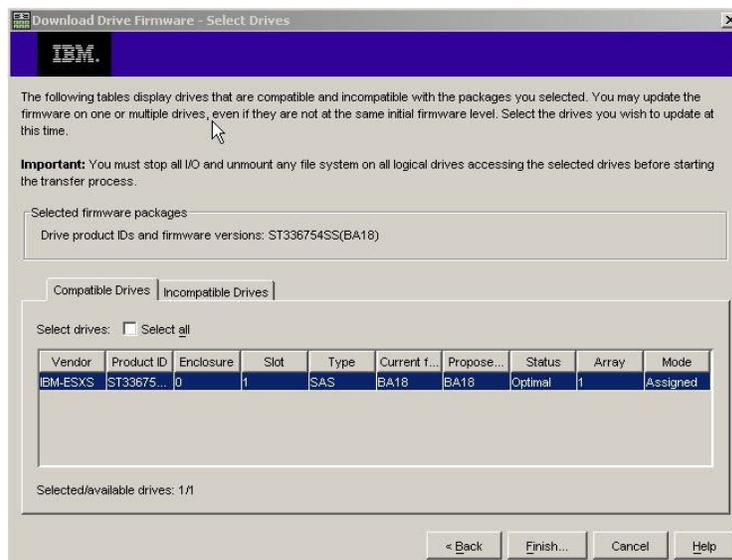

Figure 24. fenêtre Select Drive
8. Dans la fenêtre Select Drive (voir la figure 24), cliquez sur l'onglet **Compatible Drives**. La page Compatible Drives contient une liste des unités compatibles avec les types de package de microprogramme que vous avez sélectionnés. Appuyez de manière prolongée sur la touche Ctrl et utilisez la souris pour sélectionner plusieurs unités individuellement ou appuyez de manière prolongée sur la touche Maj en utilisant la souris pour sélectionner simultanément plusieurs unités de la liste. Le microprogramme compatible que vous avez sélectionné lors des étapes 4 et 5 est téléchargé sur les unités de votre choix.